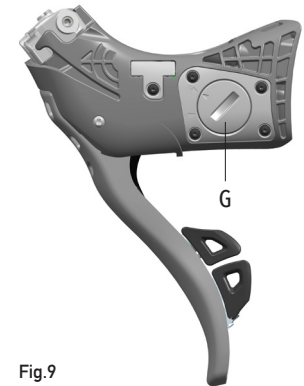

Fig.9
- G - Logement de batterie (Fig.9)